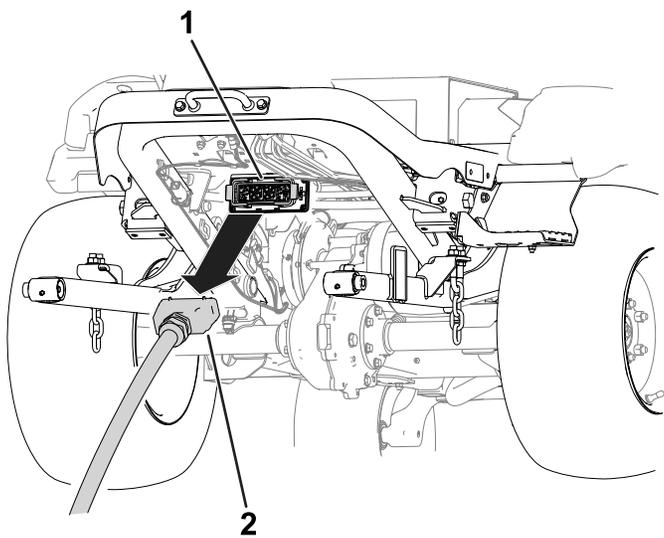

Bild 20
5. Trennen Sie den Anschluss des Mähwerks vom Maschinenanschluss (Bild 20).